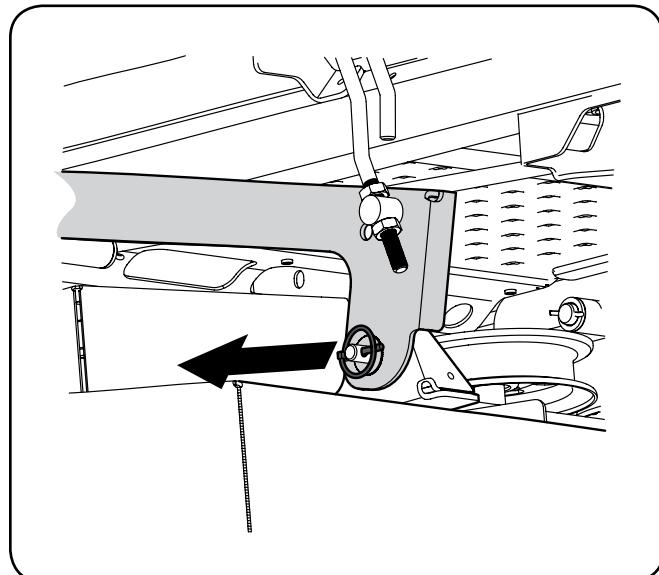

Figura 36
- Ubique los pasadores de liberación de la plataforma del lado izquierdo y del lado derecho que se encuentran a cada lado de la plataforma. Tire de los pasadores de liberación hacia afuera y suelte la plataforma de los brazos de elevación del lado derecho e izquierdo de la plataforma. Vea la Figura 36.